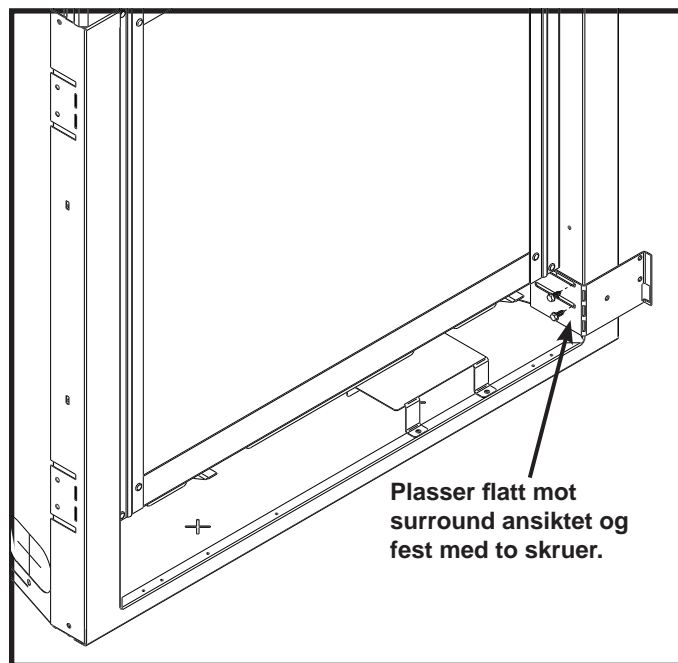

Fig 14.12
3. Plasser og fest brytersettet til nedre høyre side av rammen, som vist nedenfor. Det bør plasseres direkte mot forsiden av rammen eller avslutningsmaterialer. Se Fig 14.12.